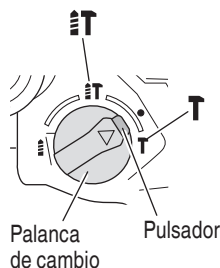

Fig. 20
- (1) Montar la punta rompedora o cortafíos.
- (2) Presionar el pulsador y colocar la palanca de cambio en medio de la marca **IT** y la marca **T** (Fig. 20).